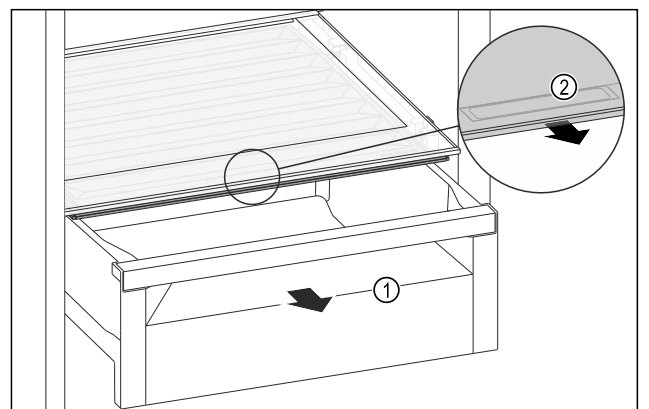

Fig. 85
- Schubfach Fig. 85 (1) herausziehen.
- Griffmulde Fig. 85 (2) am Fachdeckel anfassen und Fachdeckel gleichzeitig nach vorne ziehen.